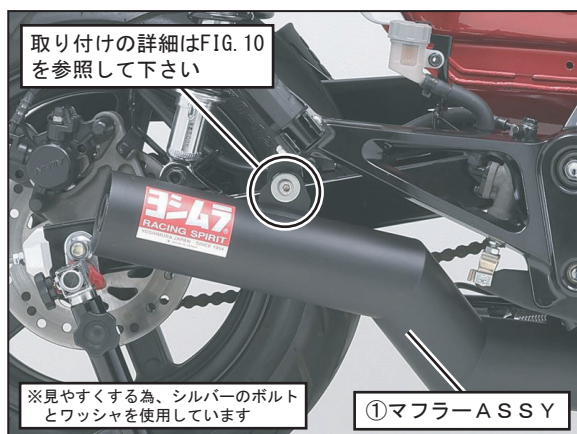

FIG. 9
7. ①マフラーASSY後側のステーを手順5で取り付けした②マフラステーに③キャップボルトM8×30(黒)、⑥平ワッシャM8×26(黒)、⑨フランジナットM8(黒)を使用して仮締めして下さい。(FIG. 9, 10 参照)